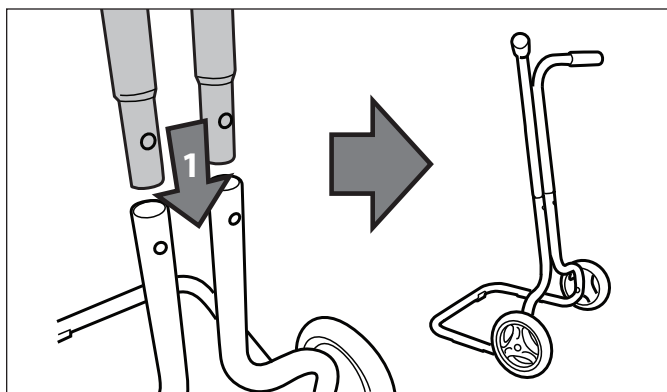

Figura 2. Instale las manijas
1. Inserte los tubos superiores (manijas) en los tubos de abajo en el carrito como se muestra en la Figura 2. Asegúrese de que los tubos superiores (manijas) se encuentran en la orientación correcta y alinee los orificios de los tornillos.